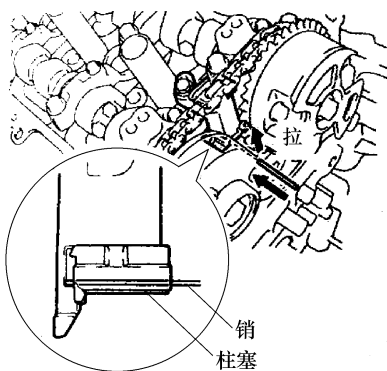

图 1-133 用插销固定张紧器总成
⑤ 拆下链条分总成。
① 从曲轴上拆下曲轴正时链轮。
② 从曲轴上拆下 2 个键。
① 升高 2 号链条张紧器总成的同时，将直径为 1.0mm 的销插入孔中以将其固定，见图 1-133。